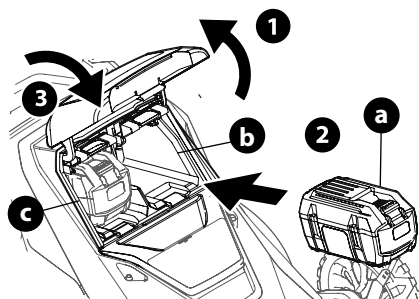

Figura 11
2. Deslice una batería (a) dentro del puerto de la batería del lado derecho (b) (parado frente a la cortadora) para que la luz indicadora de batería mire hacia arriba desde el puerto de la batería (Figura 11).